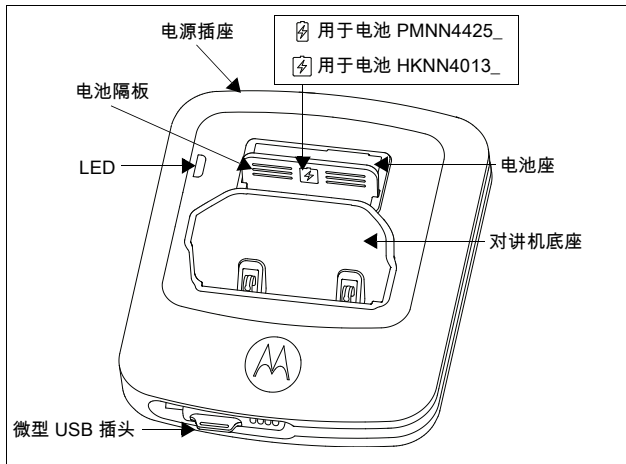

图 1： Tri-Unit 充电器
- a. 根据要充电电池的类型拔出并转动电池隔板，然后将其滑回插槽中。(请参见图 1)。